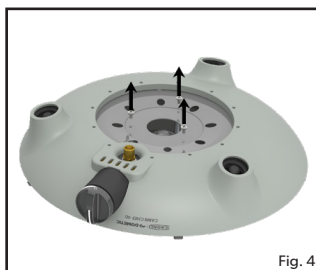
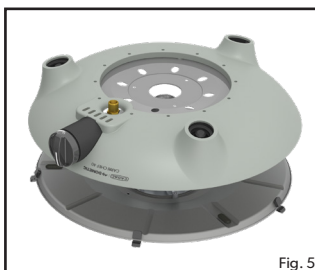
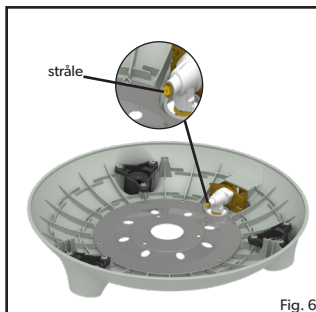

Fig. 4
Fig. 5
Fig. 6
- **För att byta ut munstycket:** Ta bort alla lösa ytor samt verktygsbrickan och benen från apparaten. Vänd på brännarbasen och ta bort de 3 skruvarna från den nedre täckplattan (fig. 4) för att separera brännarbasen från brännarenheten (fig. 5). Koppla bort piezo-tråden, var försiktig så att den inte skadas och ta bort brännarenheten från brännarbasen för att exponera strålen (fig. 6). Strålen kan nu tas bort med en lämplig nyckel. Använd inte en tång eftersom detta kan skada strålen, göra den oanvändbar eller omöjlig att ta bort. Skruva in den nya strålen i ventilen. Dra inte åt för hårt eftersom detta kan skada enheten.